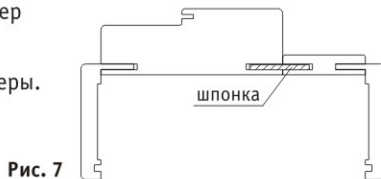

Рис. 7
4.2. Доборный элемент и коробку необходимо соединить между собой при помощи шпонки (см. рис. 7), при необходимости нанести на шпонку по всей длине небольшое количество клея (жидкие гвозди, силикон).